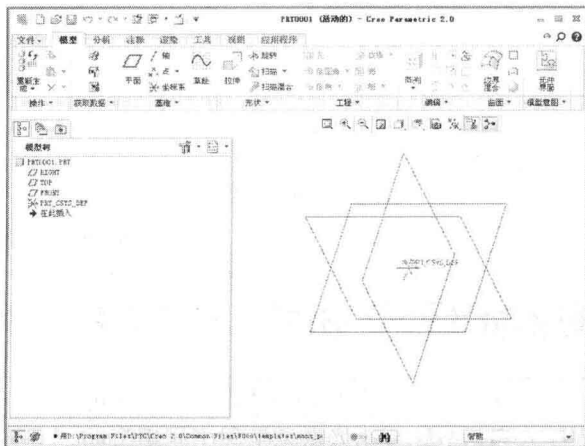

图 1-7 Creo Parametric 2.0 工作界面
步骤 (4) 单击【确定】按钮，新建一个零件文件，进入 Creo Parametric 2.0 的工作界面，如图 1-7 所示。